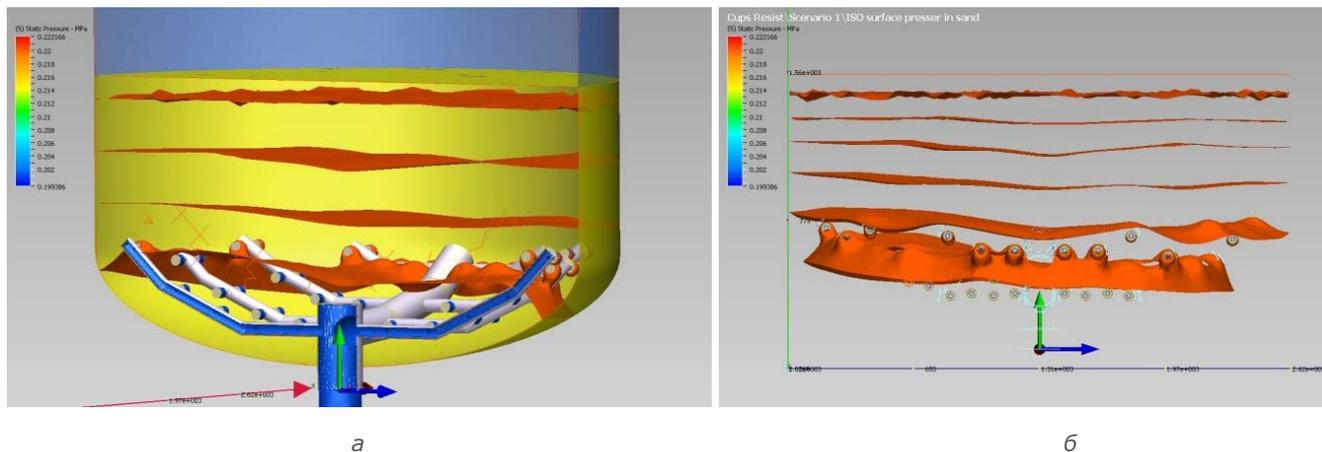

Рис. 10. Давление в фильтрующем материале
Из уравнения (1) мы знаем, что направление вектора скорости определяется вектором градиента давления, а он в свою очередь направлен перпендикулярно изоповерхностям давления. На рис. 10